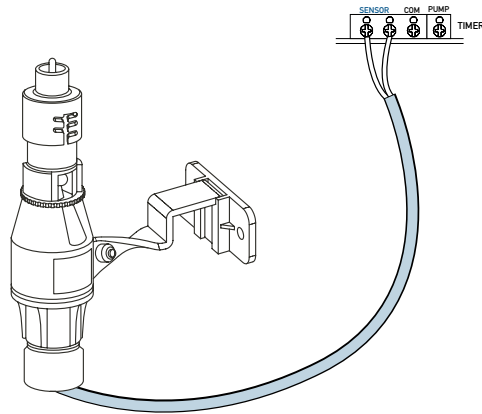

Figure A1: Branchement d'un détecteur de pluie
- Branchez les fils du détecteur de pluie aux orifices (beiges) de borne pour fils électriques désignés « Sensor » [Voir figure A1]